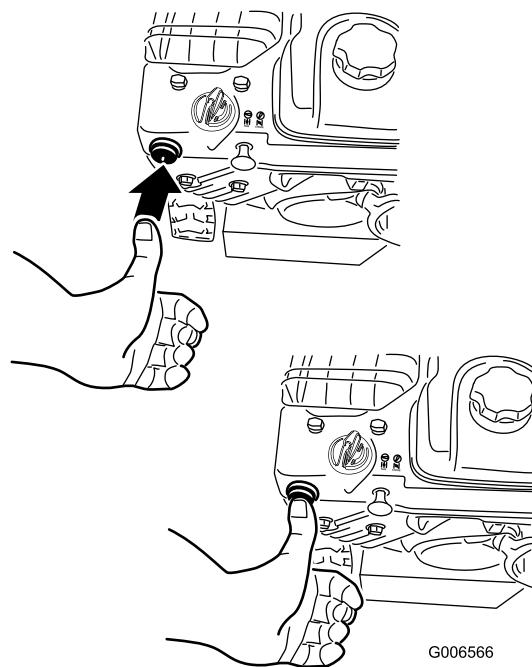

Figure 29
4. Appuyez fermement à 2 reprises sur l'amorceur avec le pouce (à partir de -9 °C [15 °F]) ou à 4 reprises (en dessous de -9 °C [15 °F]), en marquant une pause d'une seconde chaque fois (Figure 29).